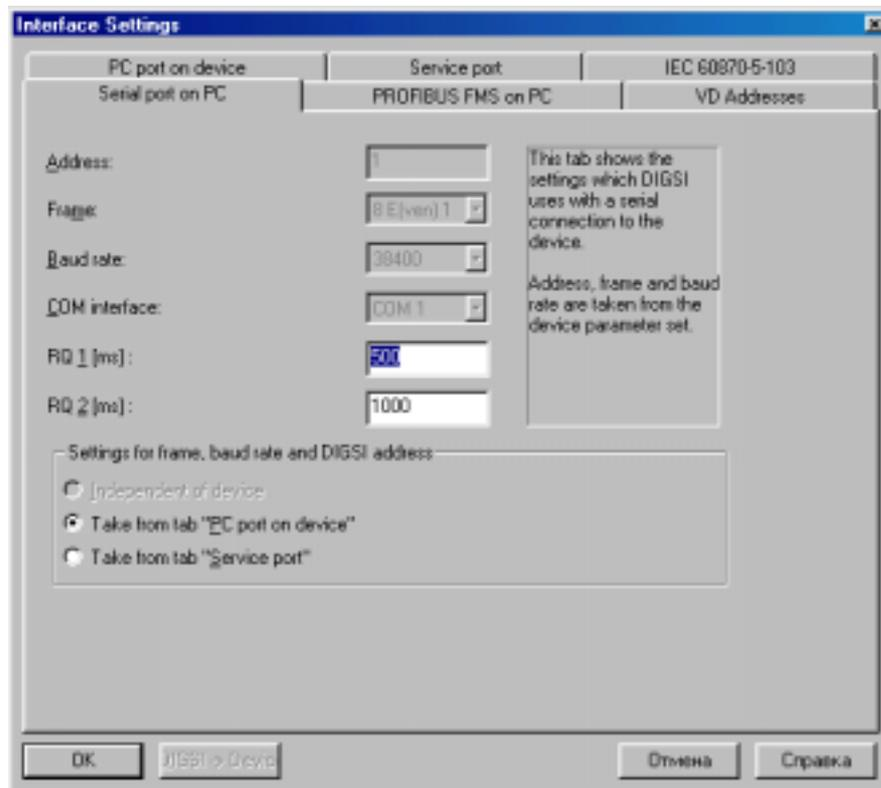

Рисунок 5-50 DIGSI® 4, Уставки для ПК интерфейса.
- Используйте динамические символы для выключателей и разъединителей (Смотрите Рисунок 5-50).
Конфигурация этих интерфейсов выполняется при помощи программы DIGSI® 4. После открытия устройства, пользователь должен выбрать **Setting** (Уставки) из окна навигации и дважды щелкнуть в окне данных по **Serial Ports** (Последовательные порты). Затем пользователь должен установить требуемые данные в окне диалога (Смотри Рисунок 5-50). Окно диалога содержит различное число закладок (в зависимости от возможностей ПК и устройства защиты) с установками для этих интерфейсов.
прямо через интерфейс, и соответствующие поля становятся недоступными (Смотрите Рисунок 5-50). С другой стороны, для тех уставок, которые должны быть введены пользователем, должна быть выбрана опция “**Independent of device**” (Независимо от текущих параметров).